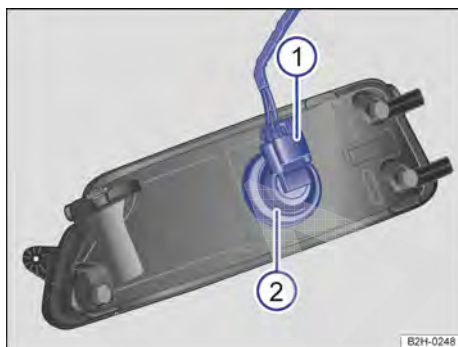

Fig. 196 Substituir a lâmpada incandescente do farol.
5.	Destruavar e retirar o conector → Fig. 196 ①.
6.	Girar o suporte de lâmpadas → Fig. 196 ② na direção da seta até o batente no sentido anti-horário e retirar com a lâmpada incandescente.
9.	Encaixar o conector → Fig. 196 ① no suporte da lâmpada → Fig. 196 ②. O conector deve encaixar audivelmente.